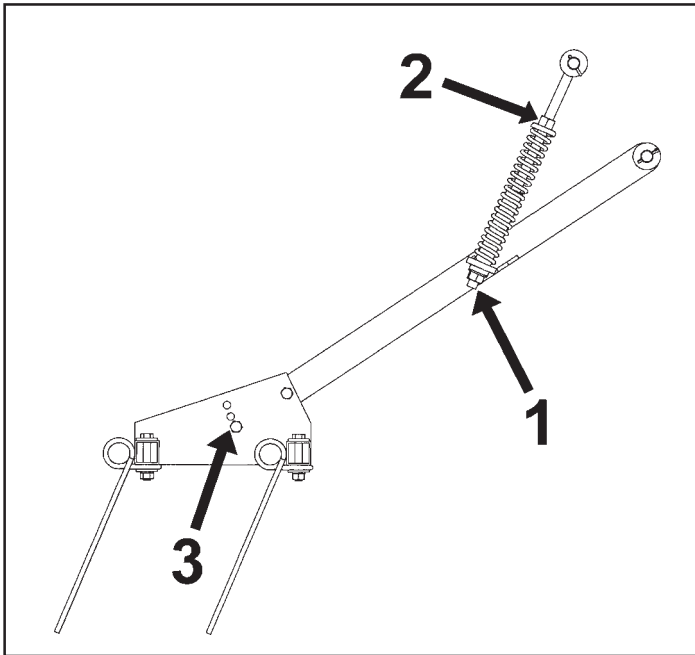

fig. 14
- 1- En altura, actuando sobre la tuerca inferior (1, fig. 14).
- 2- En presión, mediante la tuerca superior del tensor (2, fig. 14).
- 3- En inclinación, variando la posición de los tornillos que sujetan la rastra a los brazos (3, fig 14).